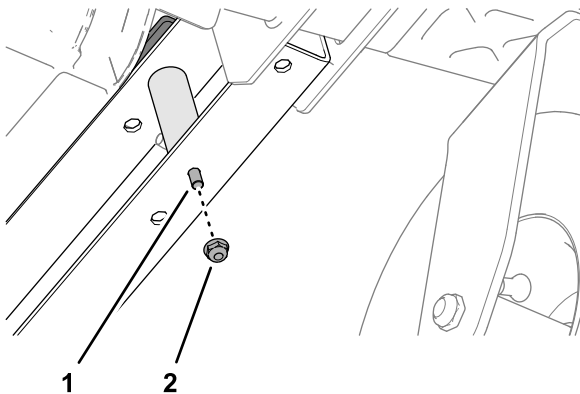

Figure 10
3. Vissez le contre-écrou à embase (1/4") sur la vis (1/4" x 4") et serrez l'écrou (Figure 10).